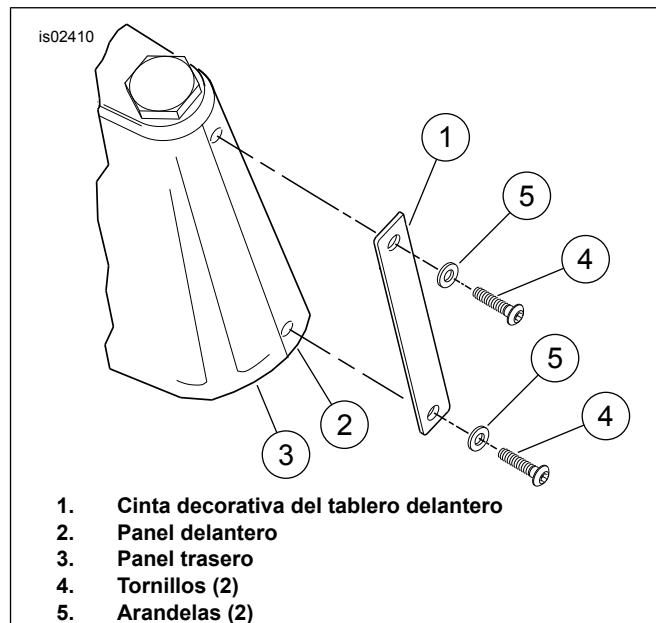

Figura 1. Extracción de la cinta decorativa del panel delantero (modelos sin luces de paso)
1. Vea Figura 1. Extraiga los dos tornillos (4) y arandelas (5) que sujetan la cinta decorativa del panel delantero (1) a los paneles delantero (2) y trasero (3). Conserve la cinta decorativa. Los dos tornillos y arandelas pueden desecharse.